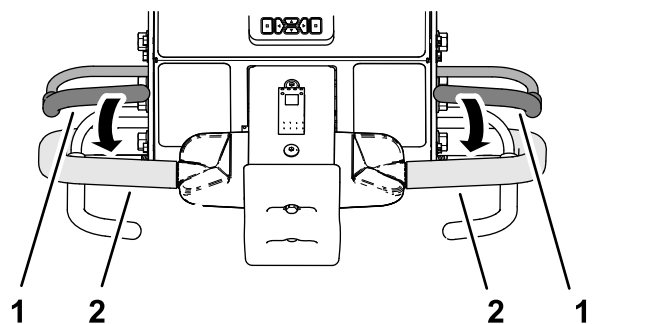

Bild 93
- Fassen Sie den linken oder rechten Lenker und den Schaltbügel (Bild 93), und drücken Sie den Schaltbügel an den Lenker.